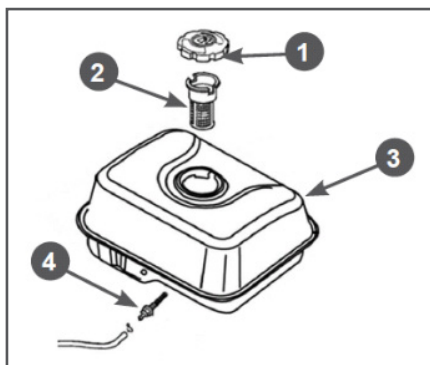
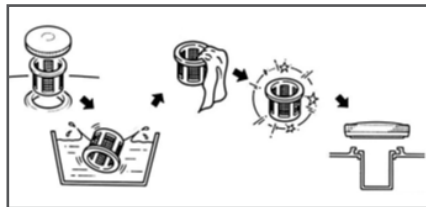

Рис. 16 Обслуживание топливных фильтров
Рис. 17 Обслуживание фильтра топливного бака
В топливном баке установлены два сетчатых топливных фильтра. Один фильтр устанавливается в заливной горловине топливного бака. Второй фильтр конструктивно объединен со штуцером топливного бака и установлен внутри бака (Рис. 16).
Топливный фильтр 2 (Рис. 16), установленный в горловине бака, проверяйте при каждой заправке бака топливом. При необходимости вынимайте сетчатый фильтр из бака и производите его очистку (Рис. 17). Регулярно проверяйте целостность сетчатого фильтра, при обнаружении механических повреждений замените сетчатый фильтр.
Через каждые 300 часов работы необходимо производить очистку топливного бака от грязи и конденсата. Одновременно с очисткой топливного бака необходимо проверять и очищать фильтр 4, установленный внутри бака (Рис. 16). Поврежденный или сильно загрязненный фильтр необходимо заменить.
3. Выкрутите из топливного бака выходной штуцер 4 и производите его очистку (Рис. 16). Внимательно осмотрите сетчатый фильтр. При обнаружении механических повреждений замените штуцер топливного бака.